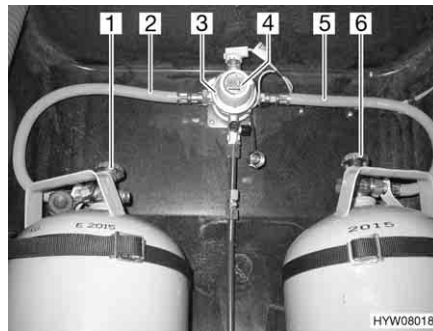
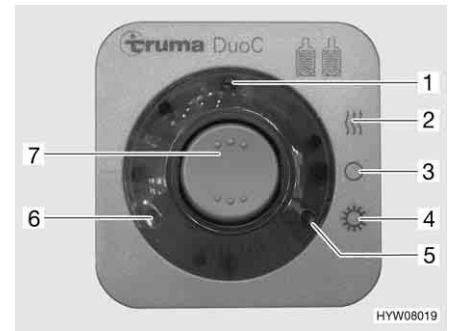

Bild 102 DuoControl-omkopplingsenhet
Bild 103 Kontrollenhet
DuoControl-omkopplingsenheten består av en omkopplingsventil (Bild 102,3) och en kontrollenhet (Bild 103). Omkopplingsventilen är monterad mellan gas slangarna (Bild 102,2 och 5). Med vredet (Bild 102,4) på omkopplingsventilen ställer du in vilken gasflaska som ska användas som driftflaska och vilken som ska användas som reservflaska.
Omkopplingsventilen värms upp av en avfrostningsanläggning för regulatorer (Eis-Ex). På detta sätt undviks störningar på gasanläggningen under vintern. Med kontrollenheten (Bild 103) kan endast de elektriska funktionerna styras. Gasflaskornas huvudavstängningsventiler (Bild 102,1 och 6) måste öppnas för hand.
Omkopplingsventilen sørjer för ett konstant gstryck, oberoende vilken gasflaska som används. De två kontrollamporna på kontrollenheten visar nivån i driftflaskan. När den gröna kontrollampan lyser (Bild 103,6) är driftflaskan full. När den röda kontrollampan lyser (Bild 103,5) är driftflaskan tom. Gasförsörjningen sker då med reservflaskan.
- Öppna huvudavstängningsventilerna på gasflaskorna (Bild 102,1 och 6).
- Med vredet (Bild 102,4) på omkopplingsventilen (Bild 102,3) väljs gasflaskan, som ska prioriteras (driftflaska).
- Slå på DuoControl-omkopplingsenheten på kontrollenheten (Bild 103).
Ställ för detta vippkontakten (Bild 103,7) på vinterdrift "på och uppvärmning" (Bild 103,2) eller på sommar drift "till" (Bild 103,4). Omkopplingsventilen är nu avluftad. Den gula kontrolllampan (Bild 103,1) lyser, när vinterdrift väljs och avfrostningsanläggningen för regulatorer är påslagen.
- Ställ vippkontakten (Bild 103,7) i läge "O" (Bild 103,3). Den gula kontrolllampan (Bild 103,1) slocknar.
- Stäng huvudavstängningsventilerna på gasflaskorna (Bild 102,1 och 6).
Kontrolllamporna på kontrollenheten (Bild 103,5 och 6) signalerar inne i fordonet, om driftflaskan är driftklar.
Ifall den gröna kontrolllampan (Bild 103,6) slocknar under drift och den röda kontrolllampan (Bild 103,5) lyser upp, är gasflaskan som har valts som driftflaska tom och måste bytas ut. Gasförbrukarna försörjs med gas från reservflaskan.